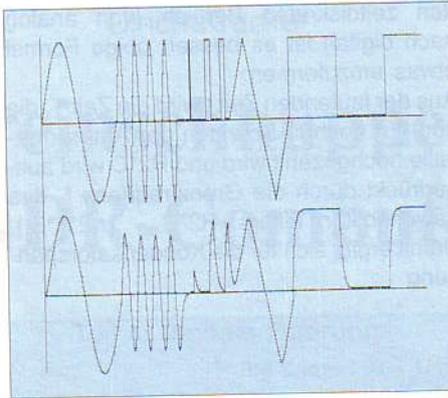

Abb. 4: Ergebnis einer digitalen Tiefpassfilterung.
Abb. 4 zeigt das Ergebnis eines Demoprogrammes zum Tiefpaßfilter, das exakt die oben aufgeführten Programmzeilen enthält. Bei der Ermittlung des Leckstromfaktors K wurde entsprechend der Gleichung (3) ein Verhältnis von $F_g/F_A=1/20$ festgelegt, um $K=0.269$ zu erhalten. Die Ergebnisse können folgendermaßen interpretiert werden:
Wenn der AD-Wandler mit einer Frequenz von 8kHz abgetastet hätte, läge die Grenzfrequenz bei $8\text{kHz}/20=400\text{Hz}$. Die erste Sinusschwingung erstreckt über 100 Abtastzeiten, was einer Frequenz von $8\text{kHz}/100=80\text{Hz}$ entspräche. Aus diesem Grund erscheint diese Sinusschwingung nahezu ungedämpft am Filterausgang. Im Vergleich dazu haben die anschließenden vier Schwingungen eine Periodendauer von nur 20 Abtastzeiten, gleichbedeutend mit einer Signalfrequenz, die gleich der Grenzfrequenz des Filters ist. Entsprechend der Theorie müssen Signale, die eine solche Frequenz aufweisen, um das 0.707 -fache gedämpft das Filter verlassen. Dieser Faktor kann näherungsweise auch in der Abb. 4 gemessen werden.